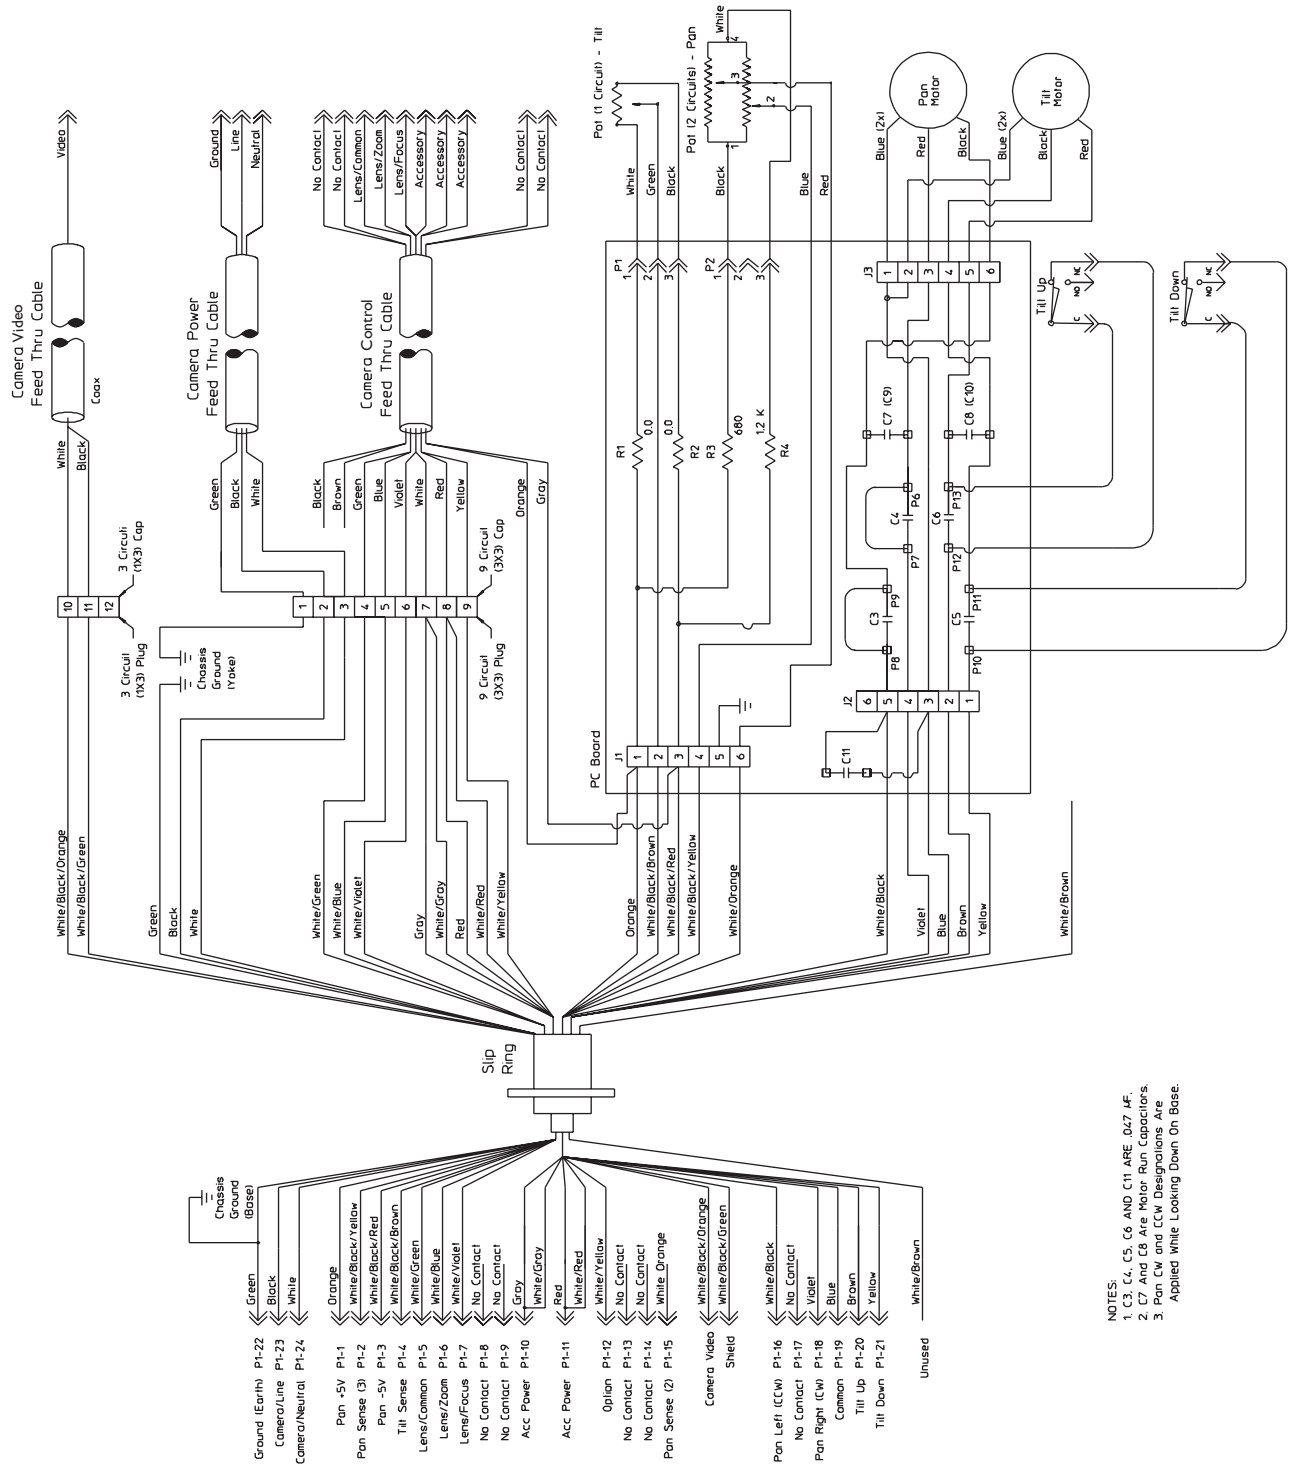

Figura 8: Diagrama das Ligações de Fios - Modelos de 360°
20. Apenas nos modelos com pré-posição. Consulte a **Figura 8** para obter os esquemas de ligação dos fios.